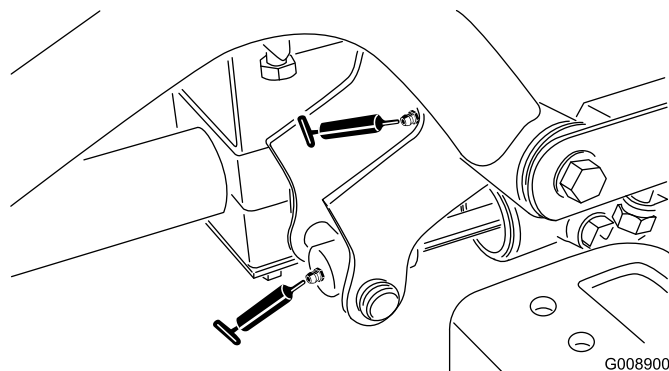

**Figura 30**
- Extremos de los cilindros del SideWinder (2) (Figura 30)